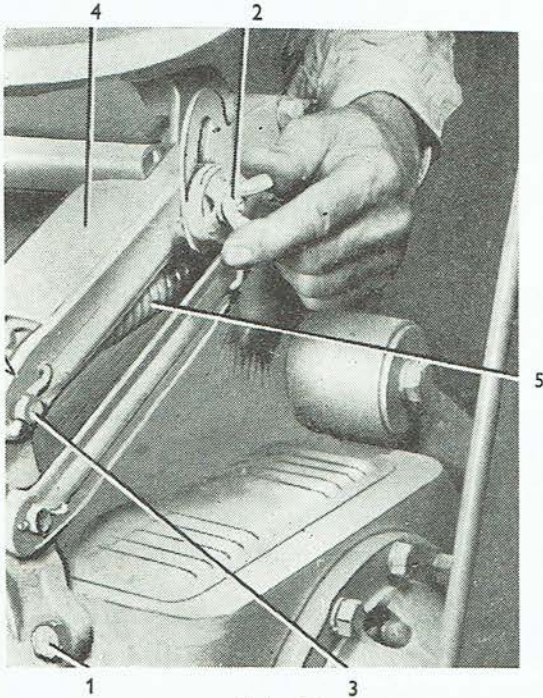

Abb. 90
Der Fahrersitz muss bei Abmontierung des Hydraulikdeckels abgenommen werden. Die Abmontierung ist durch Ausschrauben von sechs Schrauben M 12×30 (Abb. 90/1) aus dem Hauptgetriebekasten durchzuführen und der ganze Sitz ist abzunehmen.
2. Die Schwingungsdämpfung kann auch während der Fahrt mittels einer Flügelmutter M 8 (Abb. 90/2), die sich an der linken Sitzseite befindet, eingestellt werden. Je fester die Flügelmutter angezogen wird, desto grösser ist die Schwingungsdämpfung.
3. Es kann eine kleinere oder grössere Härte der Sitzabfederung eingestellt werden. Bei grösserer Federungshärte sind die Federn in den oberen Halteröffnungen (Abb. 90) befestigt. Die Verstellung der Federungshärte ist nachfolgend durchzuführen:
Die Sicherungsringe der oberen Bolzen (Abb. 90/3) in den Haltern sind abzunehmen, die Bolzen auszuschlagen und der Stossdämpferarm (Abb. 90/4) nach rückwärts abzuneigen. Nach Lockerung der Splinte und Ausschieben der Bolzen 8×28×25 aus den Endstücken sind die Federn (Abb. 90/5) in die unteren Halteröffnungen umzustellen.